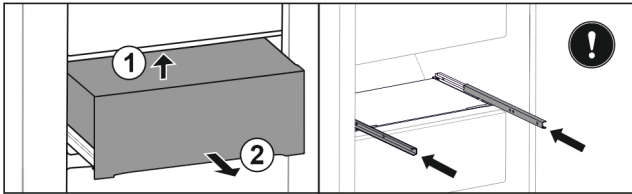

Fig. 52
- ▶ Sollevare il cassetto dal basso sul lato posteriore. Fig. 52 (1)
- ▶ Rimuovere il cassetto tirandolo in avanti. Fig. 52 (2)